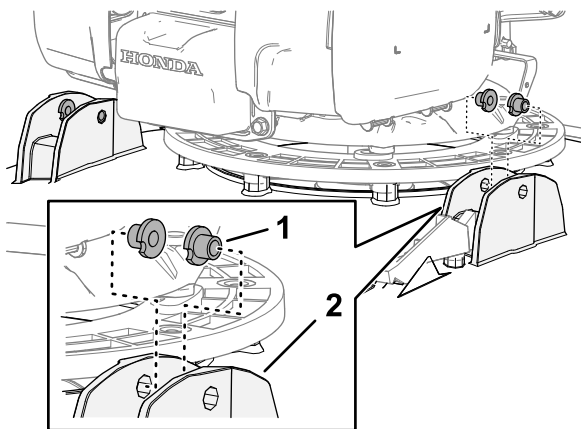

图 5
- 将 2 个 T 型轴套组装到剪草刀盘的手把法兰中图 5。